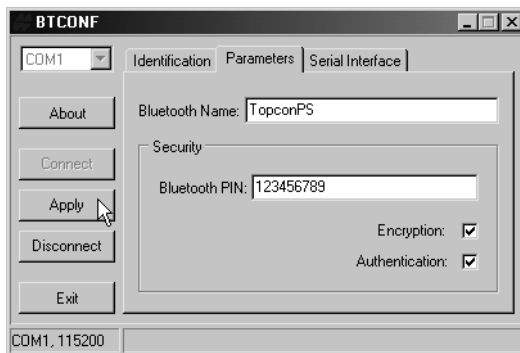

Figura 2-35. Parámetros de Seguridad de BTCONF
8. Para definir los parámetros de seguridad (Figura 2-35), ingrese y habilite las siguientes opciones, después haga clic en **Apply**: